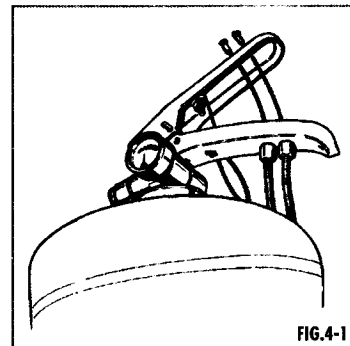

FIG.4-1
- L'autre extrémité de la gaine doit traverser la poignée fixe de la soupape (FIG.4-1).